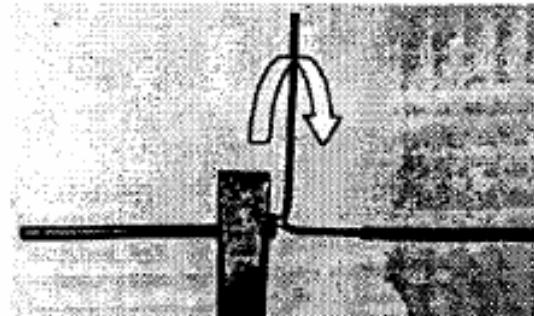

Figura 10.19
7. Dê o aperto final com auxílio de dois alicates (**figura 10.19**).